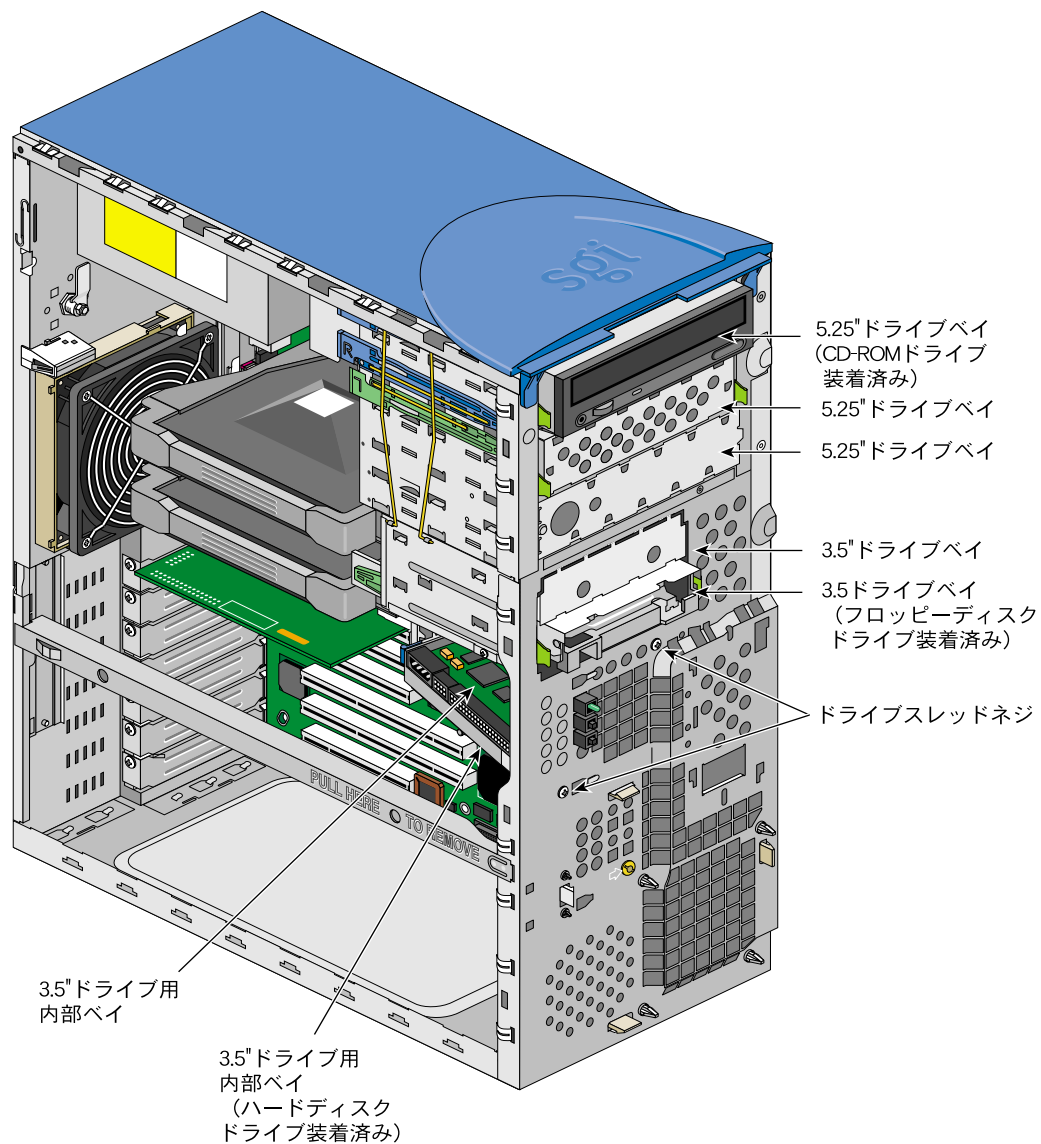

図1-5 5.25インチと3.5インチのドライブベイ
- Silicon Graphics 550 Visual Workstation には、図 1-5 に示すように、5.25 インチのドライブベイが3つと3.5 インチのドライブベイが4つ搭載されています。3つの5.25 インチドライブベイはすべて、外部のフロントパネルから取り扱うことができます。3.5 インチのドライブベイのうち2つはベゼルの内側のフロントパネルにあり、残りの2つは本体内に収容されており内側から取り扱うことができます。